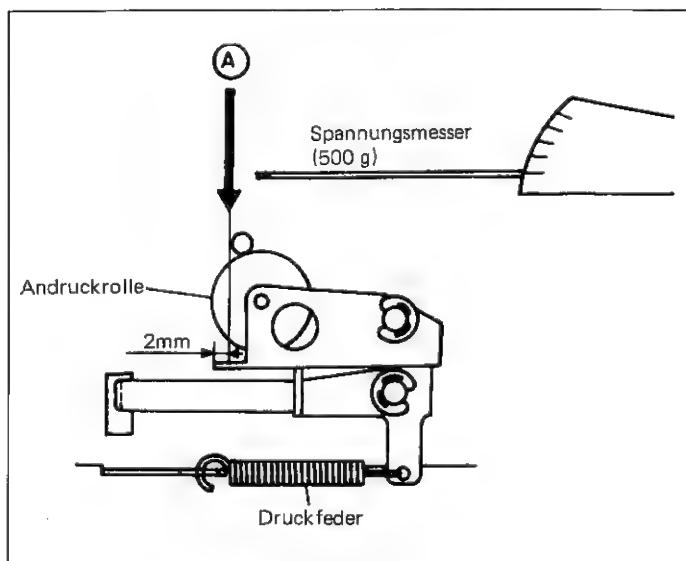

Abbildung 35-3
■ EINSTELLUNG DES ANDRUCKROLLENDRUCKES (Siehe Abbildung 35-3.)